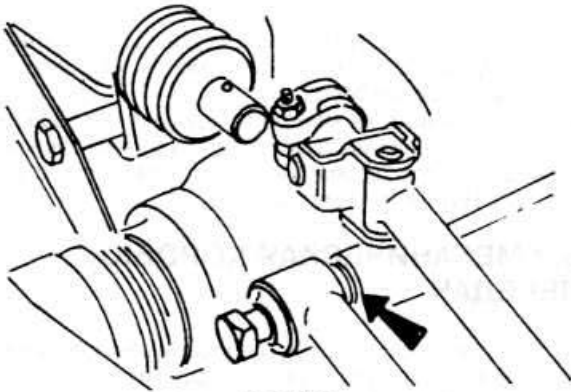

Рис. 3.6
- ◆ Отвинтите стабилизатор от коробки передач (рис. 3.6).